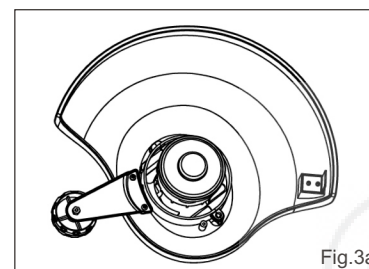
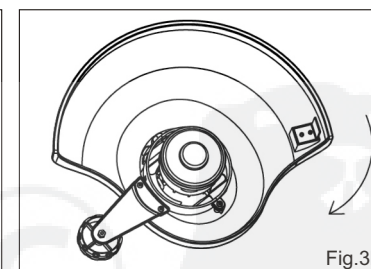

Fig.3a
Fig.3b
2) Fixez le capot de sécurité sur le boîtier du moteur (Fig. 3a / Fig. 3b)